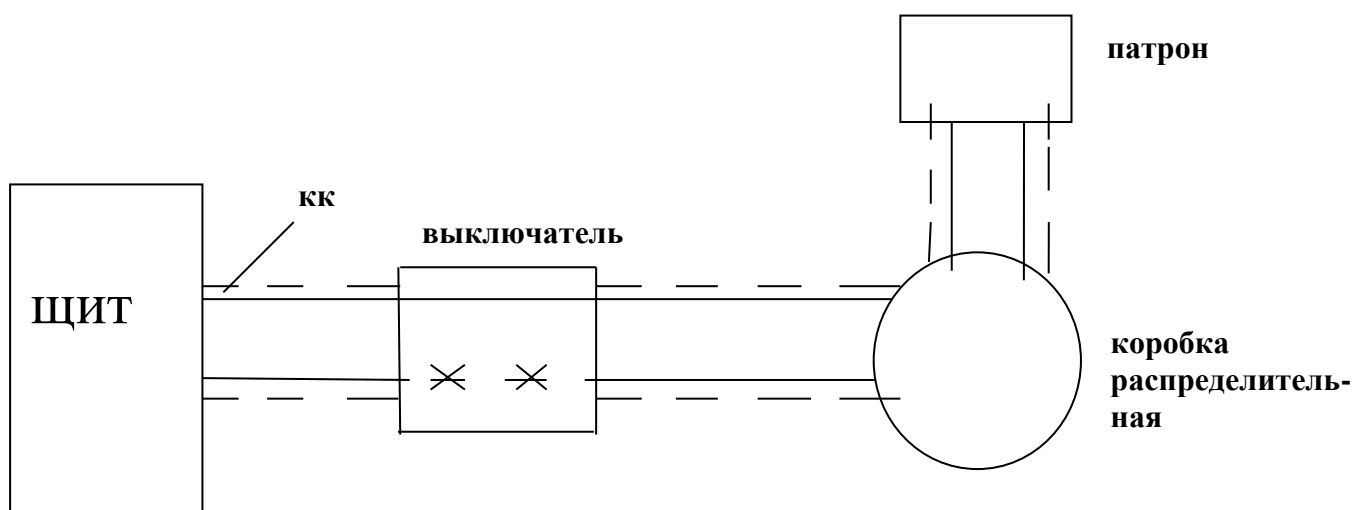

Рис.1 Схема монтажа внутренней электропроводки с выключателем и лампой
- 4.1. Изобразить схему монтажа (рис. 1).